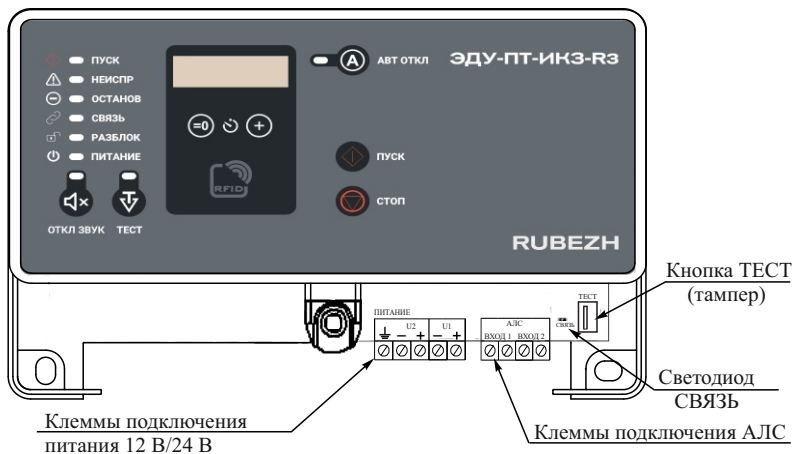

Рисунок 1
4.1 Конструктивно ЭДУ-ПТ-ИКЗ-РЗ выполнен в пластмассовом корпусе. Клеммные соединители закрыты защитной крышкой. Под защитной крышкой расположены клеммные соединители, кнопка ТЕСТ и светодиод СВЯЗЬ, предназначенный для пусконаладочных работ (рисунок 1). Индикация светодиода СВЯЗЬ приведена в таблице 1.